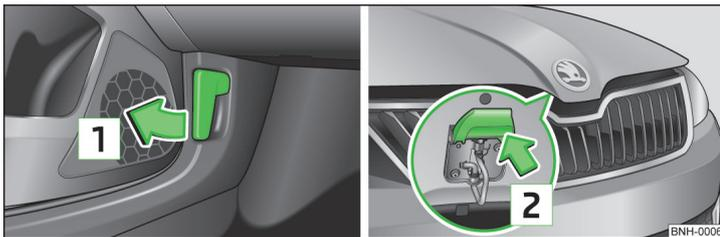

Fig. 111 Leva di sbloccaggio per cofano motore/leva di sbloccaggio
- Tirare la leva di sbloccaggio sotto la plancia (1) nella direzione indicata dalla freccia » fig. 111.
Non sollevare mai il cofano motore tramite la leva di sbloccaggio » fig. 111.